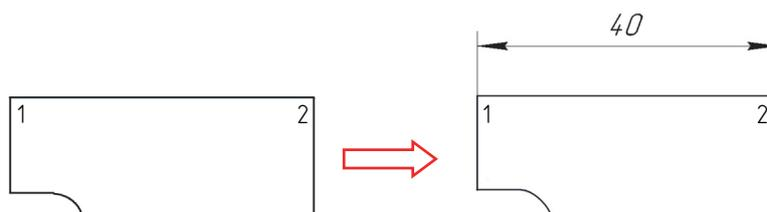

Рис. 3.1-3
3. Для размера 40 мм. В ответ на сообщение системы *Укажите первую точку привязки размера...* указать на чертеже-шаблоне точку *1* и нажать левую клавишу мыши (рис. 3.1-3). Это первая точка начала выносных линий.